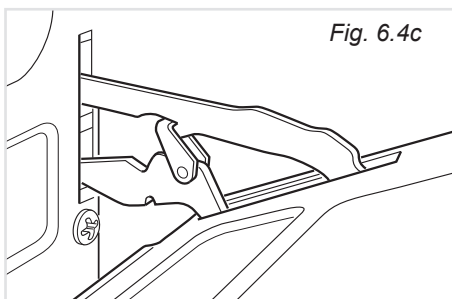

Fig. 6.4c
- Socchiudendo dolcemente la porta sganciare ed estrarre la baionetta inferiore delle cerniere dal loro alloggiamento (fig. 6.4c).